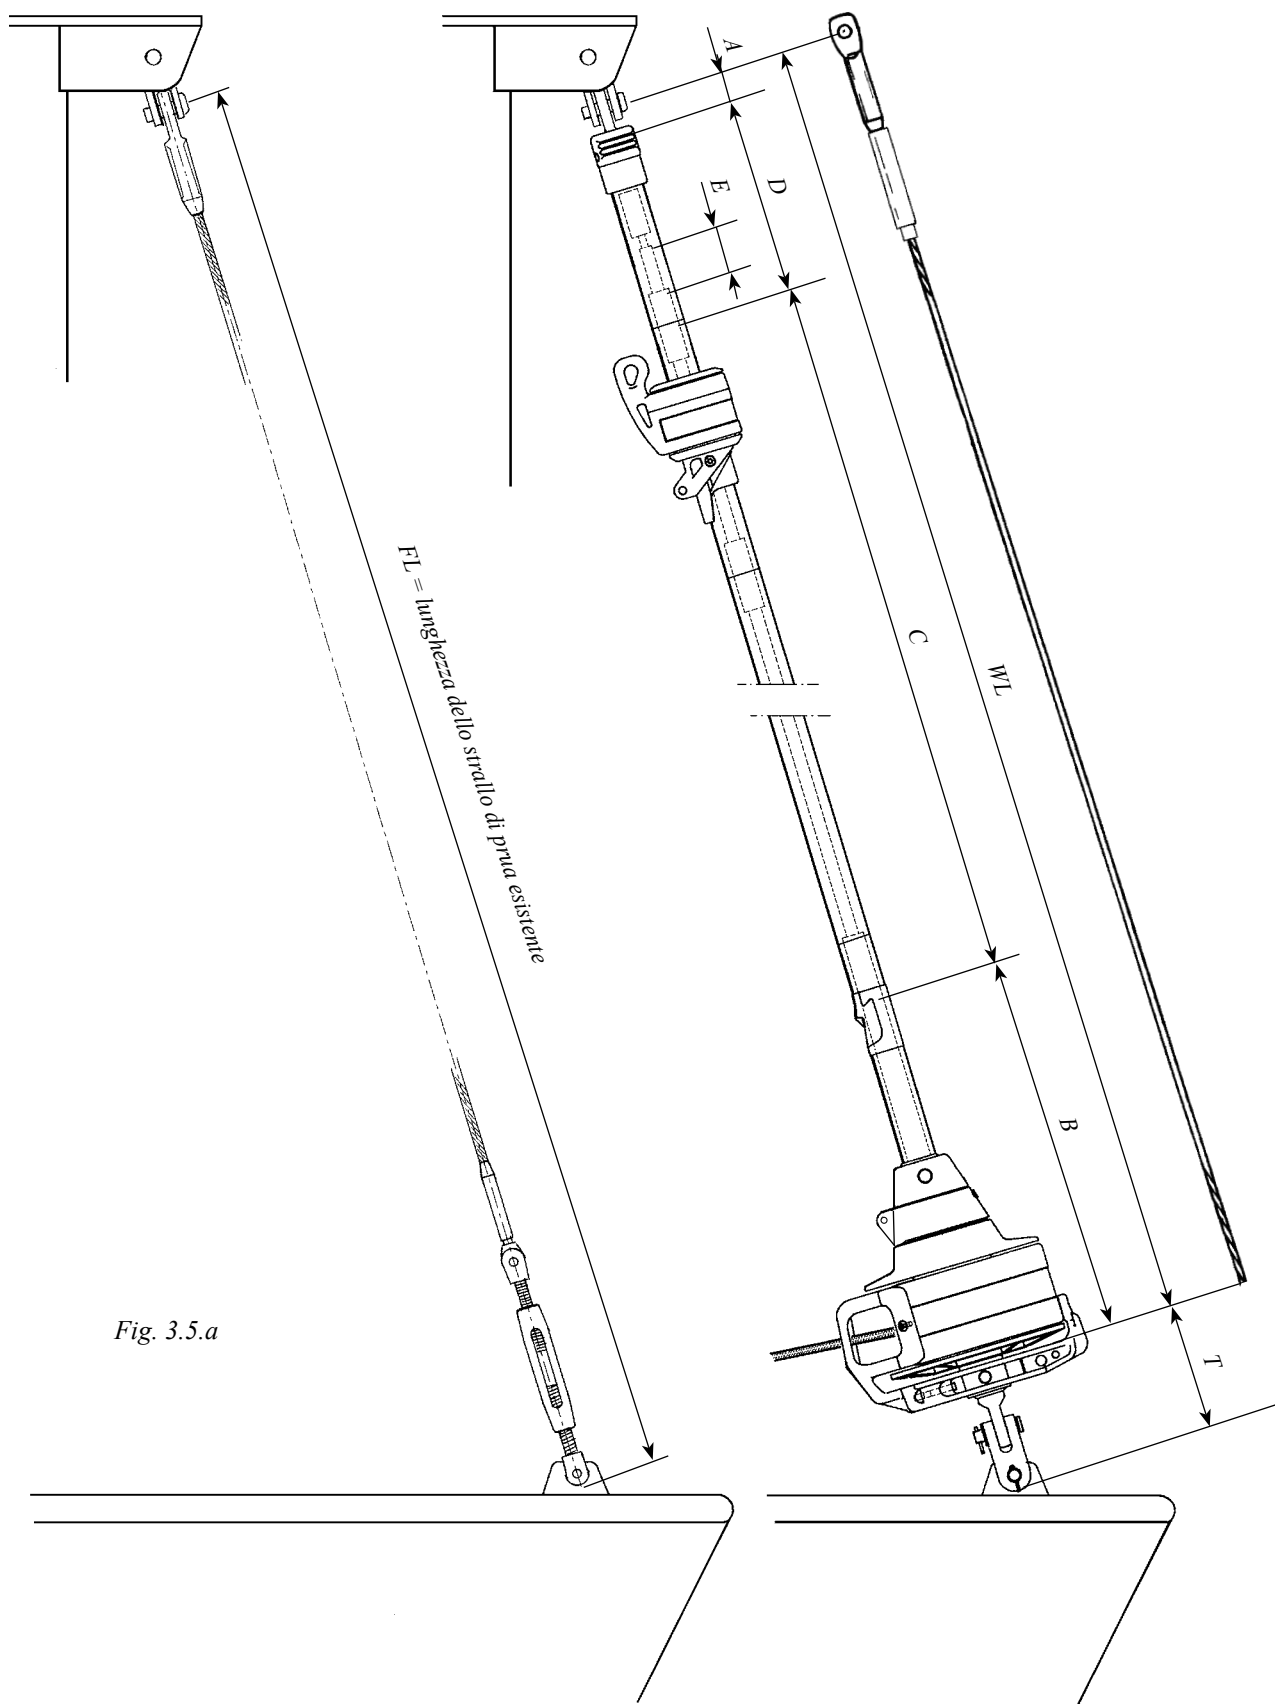

Fig. 3.5.a
16. Controllare la lunghezza FL dello strallo come da **Tabella 1** (3.5.1) e Fig. 3.5 a . Nel caso l'installazione preveda il terminale regolabile svitarlo per circa il 50% della sua estensione. (Vedi **"Regolazione del terminale regolabile"** tabella 14.1.1.)